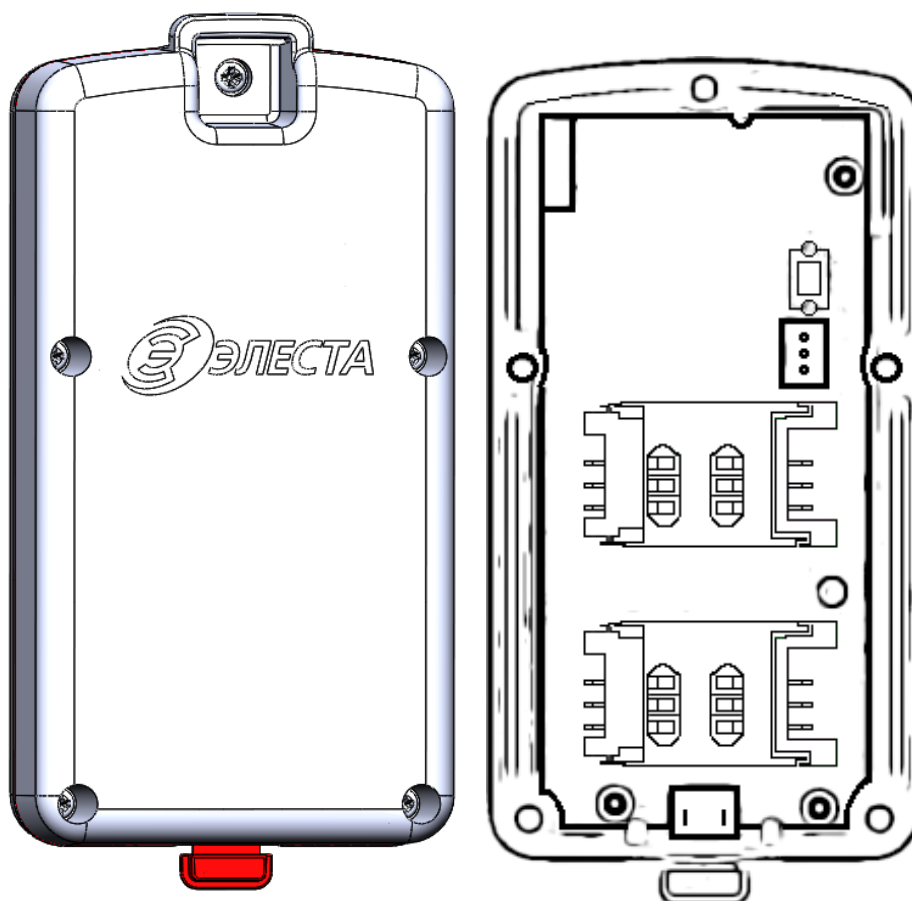

Рисунок 3 – Расположение винтов корпуса и расположение элементов на плате прибора «Юпитер-642»
- аккуратно вывернуть пять винтов, скрепляющих половины корпуса (рисунок 3);